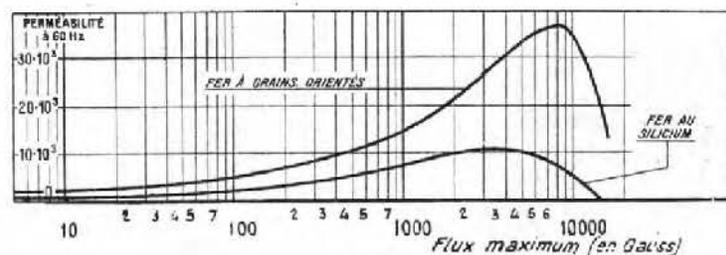

Fig. 10
- Une augmentation de la perméabilité efficace, propriété très importante pour les transformateurs basse fréquence et les bobines de filtrage (fig. 10).